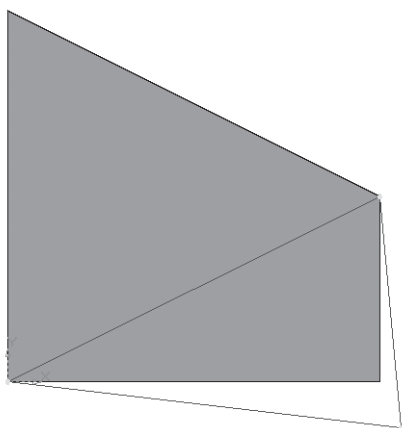

Рис. 402
- аналогичным образом постройте эскиз треугольника с другой стороны (рис. 402);